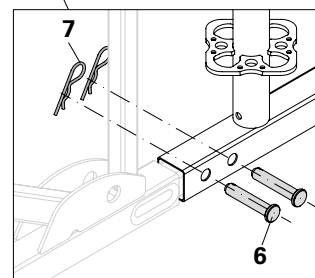

Fig. A1.03a
2. Stik pasboltene (**6**), udefra og ind, gennem boringen på underløbet og sikre den med fjersersplit (**7**) – 2x. (Fig. A1.03a)